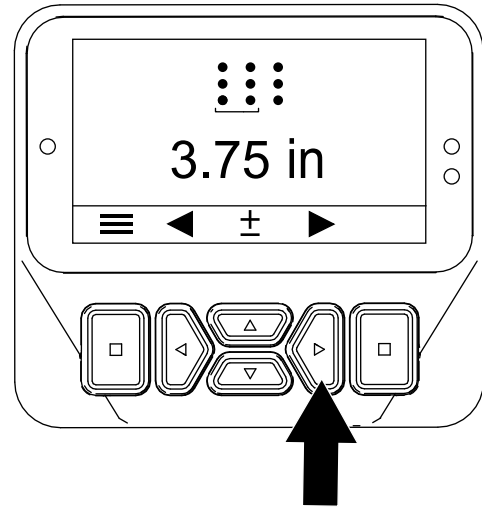

图 48
6. 按右侧按钮可显示“设置打孔针直径”屏幕图 48。
5. 按右侧按钮可显示“设置打孔间距”屏幕图 48。